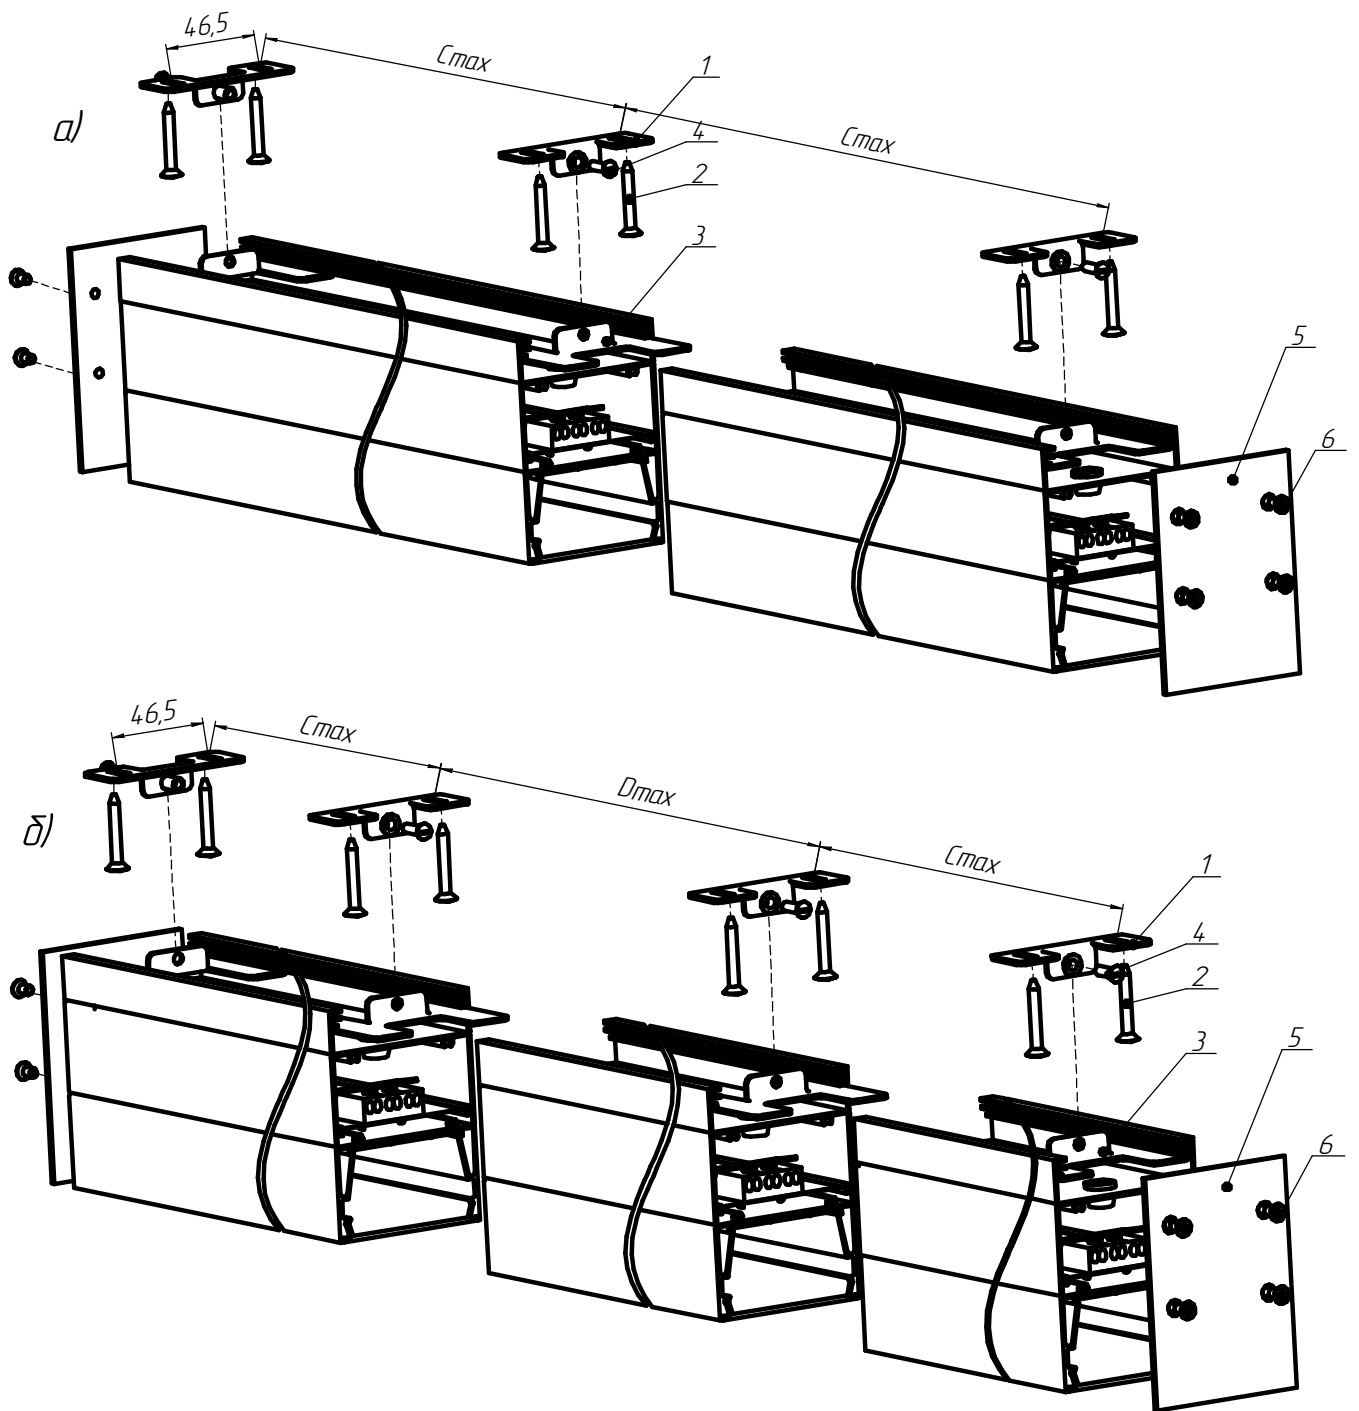

Рисунок 7 - Схема соединения светильников в линию
5.8. ***Установка светильников в линию (только для потолочного крепления) (см. рисунок 7 а, б) :***